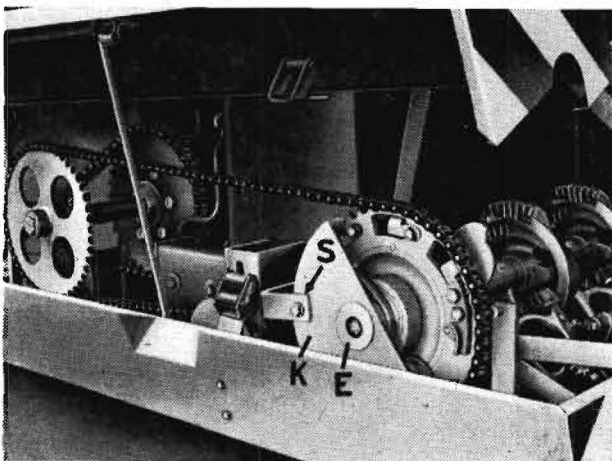

Bild 34
Die Paßfedern der Knüpferscheiben sind so einzulegen, daß die Feststellschrauben (G) auf die Abflachungen drücken. Linksseitig ist am Schaltmechanismus eine Rücklaufkupplung eingebaut (Bild 34). Mit dieser Einrichtung werden bei Rückdrehung des Presseantriebes die im Preßkanal beim Hochschwenken stehengebliebenen Nadeln aus diesem wieder herausgeschwenkt.